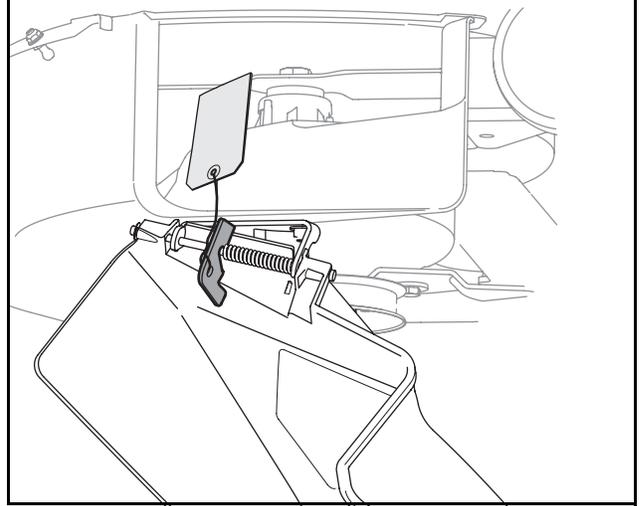

Figure 4
- Repérez le support de la goulotte d'éjection et son étiquette d'avertissement sur la droite du plateau de coupe, entre la goulotte d'éjection et le plateau de coupe. Voir la Figure 4.